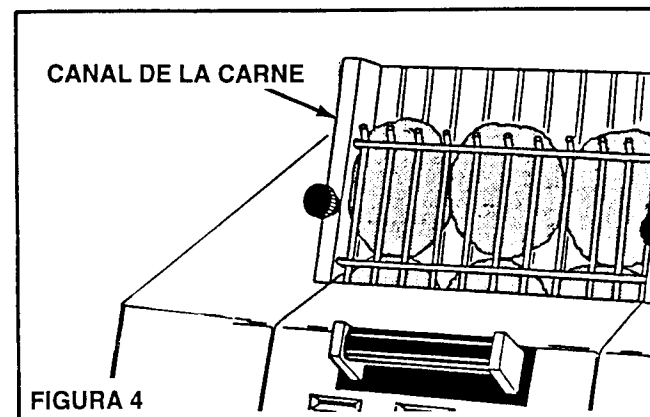

FIGURA 4
- 5) Coloque las hamburguesas congeladas en el canal de la carne. Apriete o suelte las perillas de ajuste de manera que las hamburguesas se muevan libremente y se apilen una sobre otra, borde con borde (Vea la Figura 4).